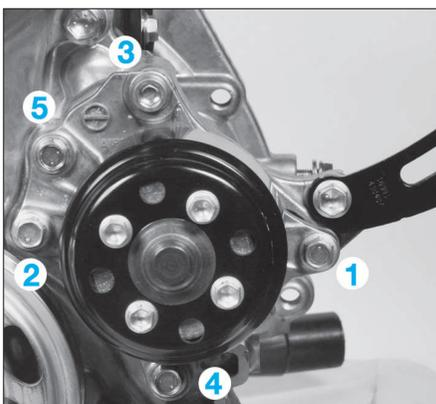

FIG. 37
- Reposer le pompe à eau avec un joint neuf et respecter les ordre de serrage (serrer à 2,8 daN.m) (Fig.37).